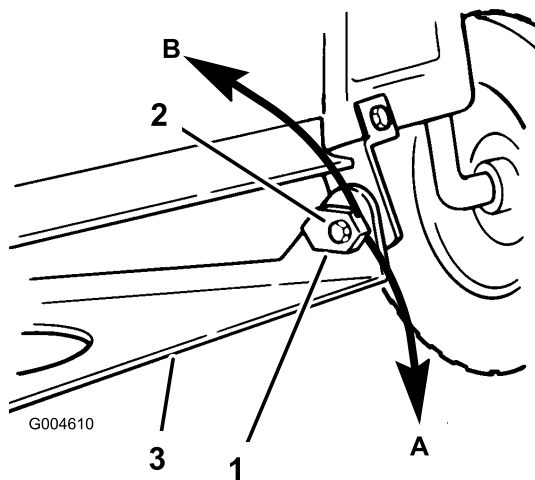

Bild 48
15. Stellen Sie die Neigung in Längsrichtung durch Drehen der Spezialeinstellmutter für die Neigung an beiden Seiten der Mähwerkbefestigungshalterung ein (Bild 48).
16. Drehen Sie die Einstellmutter für die linke Seite langsam runter, um die Vorderseite des Mähwerks anzuheben. Drehen Sie Mutter hoch, um die Vorderseite des Mähwerks abzusenken (Bild 48). Drehen Sie die Einstellmutter für die Neigung soweit, bis die Vorderseite des Mähwerks 6 bis 16 mm tiefer steht als die Rückseite.